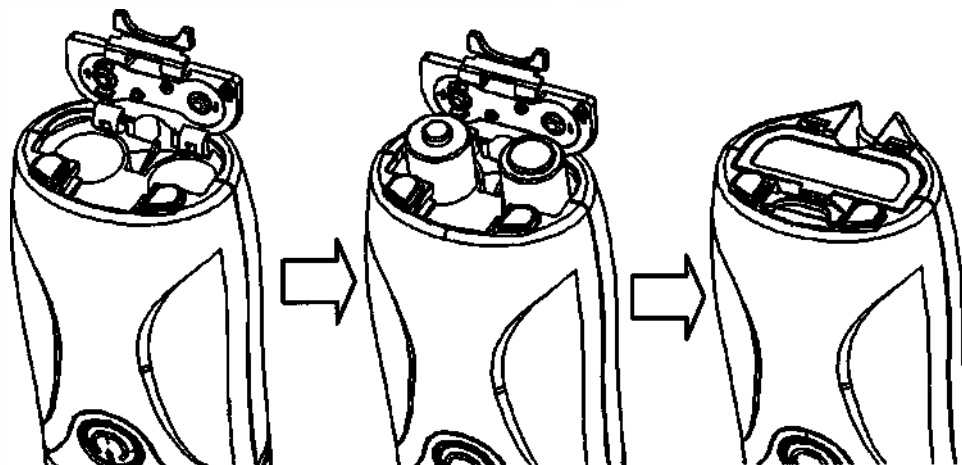

Рис.3
- а. Чтобы открыть крышку батарейного отсека (6) на нижней части устройства, слегка нажмите и потяните крышку в направлении стрелки, затем поднимите крышку вверх.
- с. Убедитесь, что полюса на батареях соответствуют полюсам в устройстве (рис. 3).